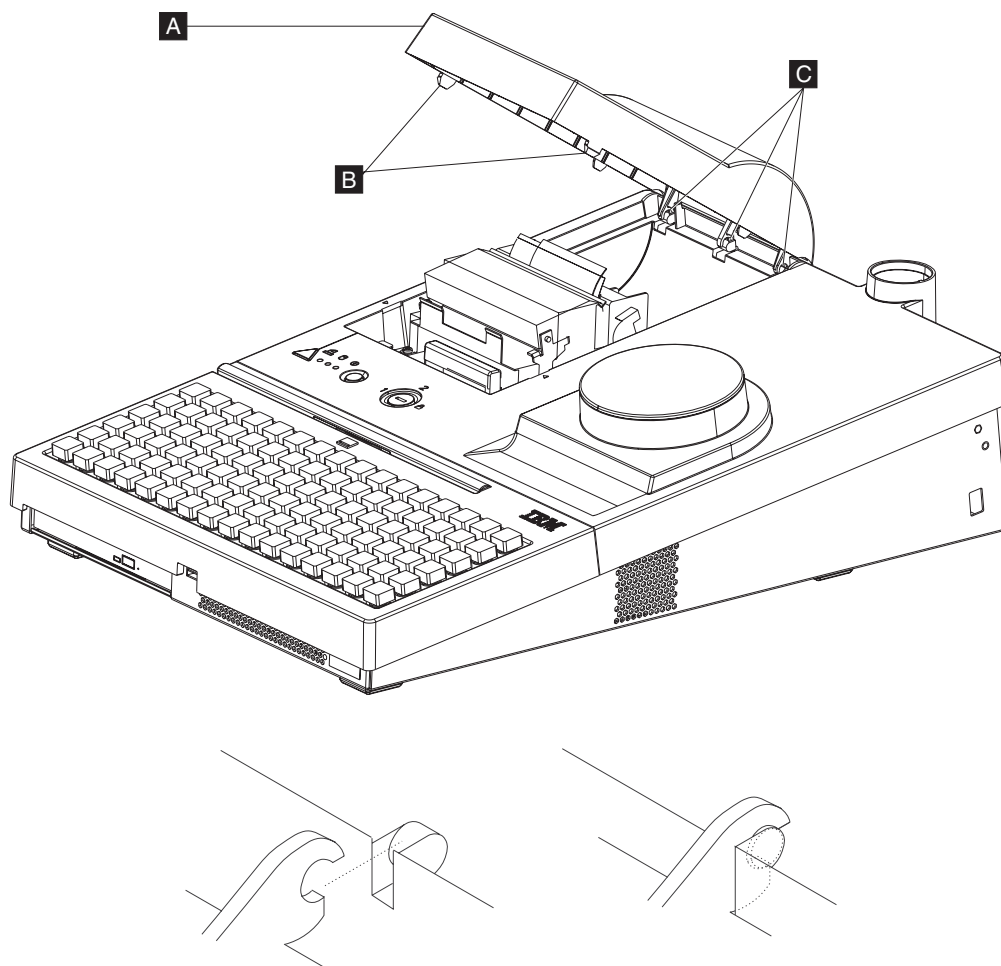

图 15. 卸下打印机外盖（带有后端铰链连接的详细视图）。
2. 请参阅第 26 页的图 15，并在打印机外盖 **A** 前端两侧任一侧所指示卡销位置 **B** 向里按。